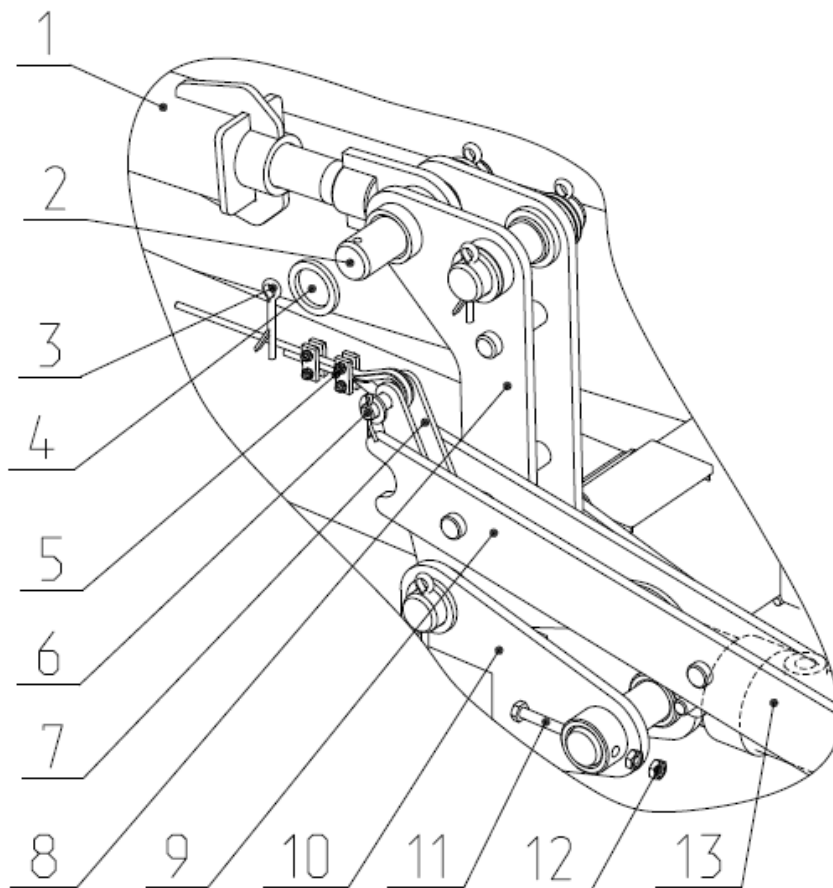

Рис.4.2 Присоединение растяжки к стойке.
2.3.2 Растяжка 1(рис. 4.2) крепится на стойке 8 и фиксируется осью 2, шайбой 3 и шплинтом 4. К кронштейну 10 присоединить гидроцилиндр 13 и фиксируется болтом 11 и гайкой 12.